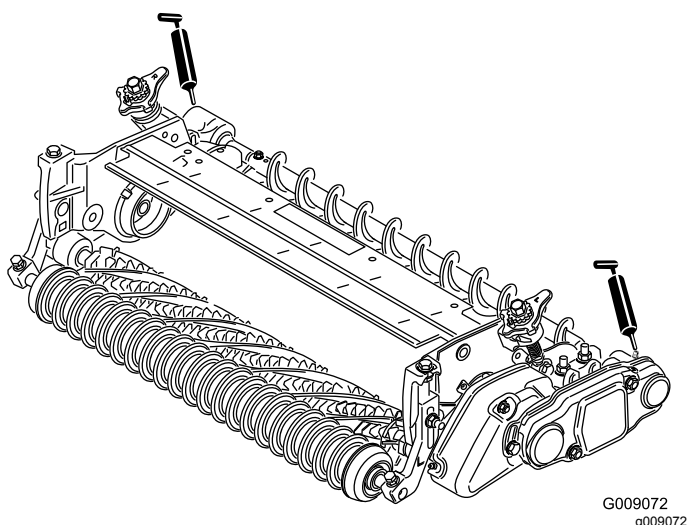

Figura 35
27. Lubrifique os bocais de lubrificação em cada caixa de rolamentos da escova do cilindro e no resto da unidade de corte com massa lubrificante nº 2 para utilizações gerais, à base de lítio (Figura 35).